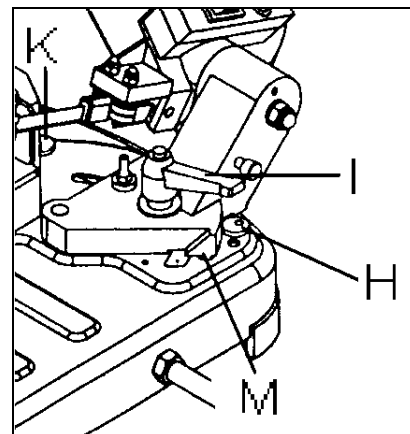

Fig 8
Mit der Maschine können auch Gehrungsschnitte ausgeführt werden. Lösen Sie den Indexiergriff (I, Fig 8) und Drehen Sie den Sägearm laut Skala (M).